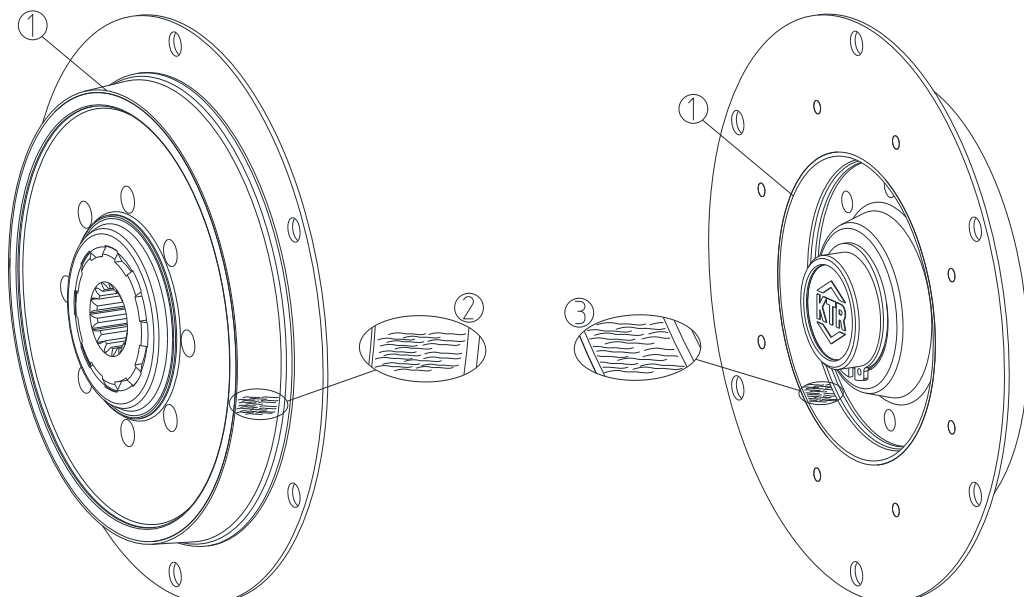

Bild 15: Sichtprüfung
- Die Haftung ① vom Elastomer zum Innenteil (Metall) überprüfen.
- Das Elastomer an den in Bild 15 mit ② und ③ gekennzeichneten Bereichen auf Risse prüfen. Sollte die Tiefe der Risse in dem mit ② und ③ gekennzeichneten Bereich die Grenze von 3,0 mm und mehr erreichen, muss die gesamte Kupplung ausgetauscht werden.